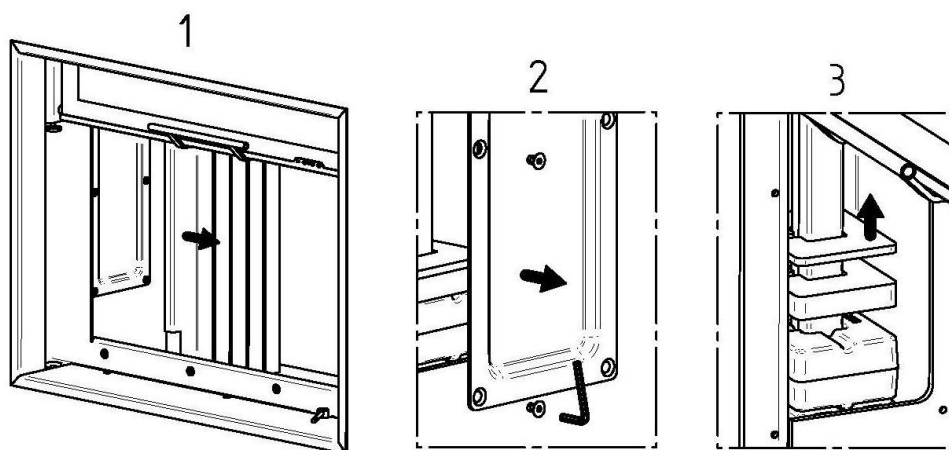

Рис. 10
- **Регулировка подъемного механизма (Рис. 10)**